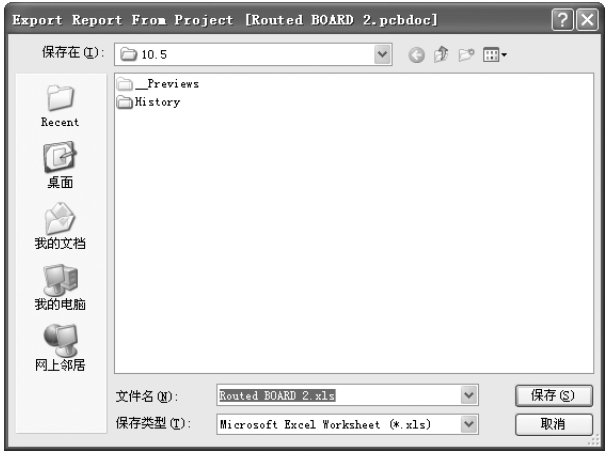

图 10-39 “Export Report from Project”对话框
4) 单击“输出”按钮，弹出如图 10-39 所示的“Export Report from Project”（从项目中输出报表）对话框，将报告导出为一个其他文件格式后保存。